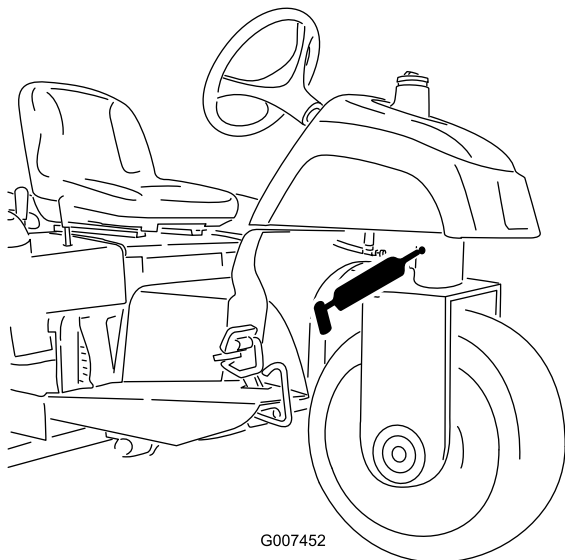

图26
- 转向枢轴 (图26)
注意 转向枢轴上的平式接头图26需要一个黄油枪喷嘴转换器。Toro 订购零件号为 107-1998可从 Toro 授权经销商处购买。